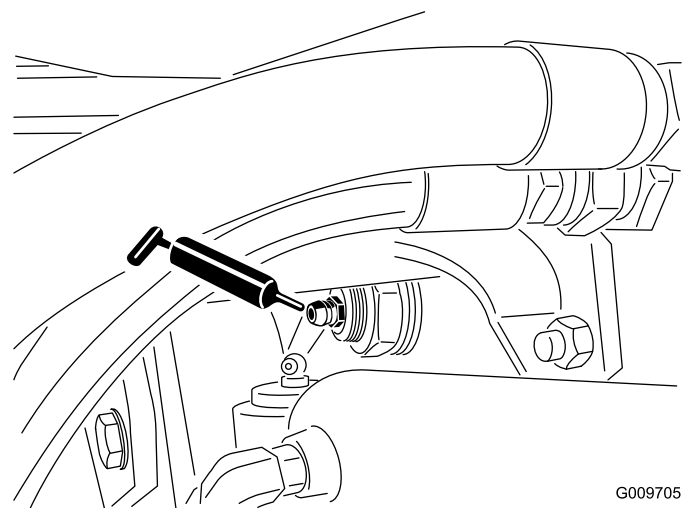

Figura 48
- Articulação do casquilho do eixo traseiro (2) (Figura 48)